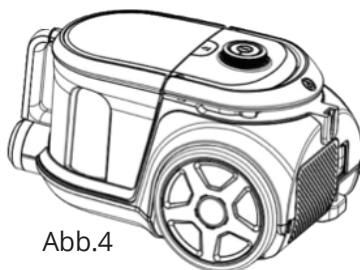

Abb.4
**Abb. 4** zeigt, wie Sie das Aufwickeln des Netzkabels überprüfen.